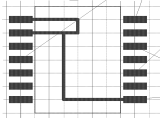

Рис. 46
4. Переместить вертикальный участок трассы нижнего маршрута влево на один дискрет. С этой целью: перейти в режим сдвига трасс (кнопка Move на ПИ) и щелкнуть LB в центре вертикального проводника и в любой точке соседней дискретности. Отметить, что произошел перенос только нижнего участка вертикального проводника, принадлежащего нижнему маршруту (рис. 46).
- восстановить прямой угол, щелкнув LB в точках 120/83,75 и 118,75/82,5 (рис. 46).